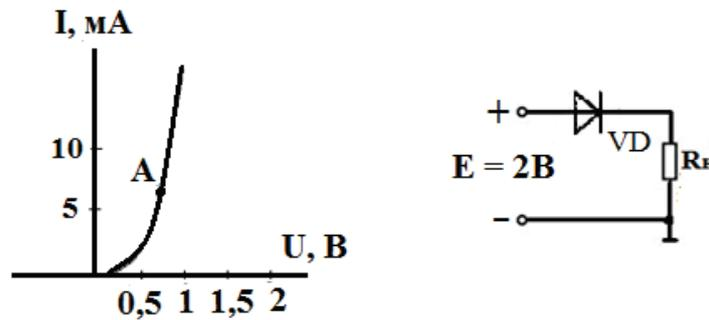

Рис.1.7
5. Обеспечить положение точки покоя А, указанное на ВАХ (рис.1.7) выбором R_н.